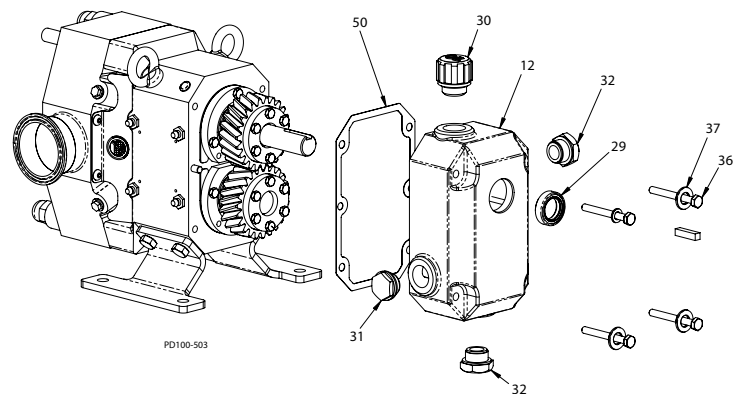

Abb. 65 - Montage der Getriebeabdeckung
1. Pressen Sie den Antriebswellendichtring (Abb. 65, Einzelheit 29) in die Bohrung der Getriebeabdeckung (Pos. 12).